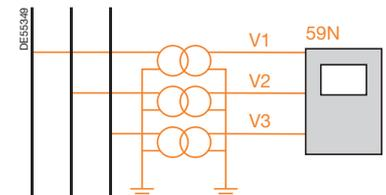

Fig. 44. Cálculo de tensión residual.
- El cálculo por el relé, mediante tres transformadores de tensión cuyos primarios y secundarios están conectados en estrella (fig. 44).